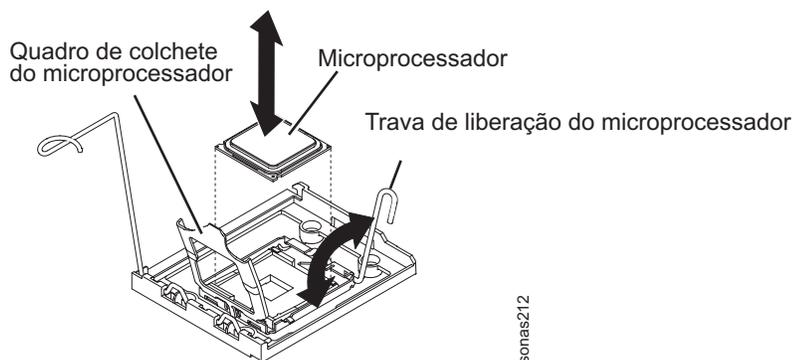

Figura 40. Trava de Liberação do Microprocessador
7. Solte a trava de retenção do microprocessador pressionando na extremidade, movendo-a para o lado e colocando-a na posição aberta (para cima). Consulte o Figura 40.